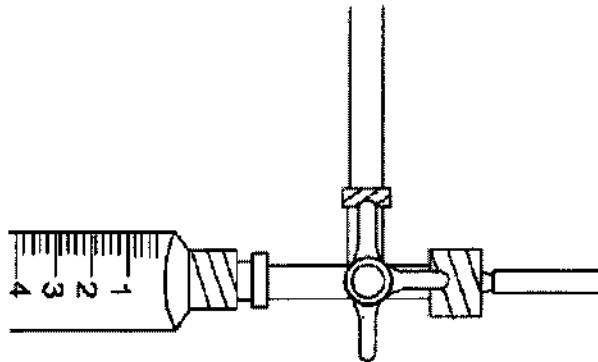

Figura A-7
1. Después de volver a llenar el manómetro, gire la llave de paso para conectarlo con el baño (figura A-7).
6. Gire la llave de paso para conectar el manómetro a la válvula (figura A-7).